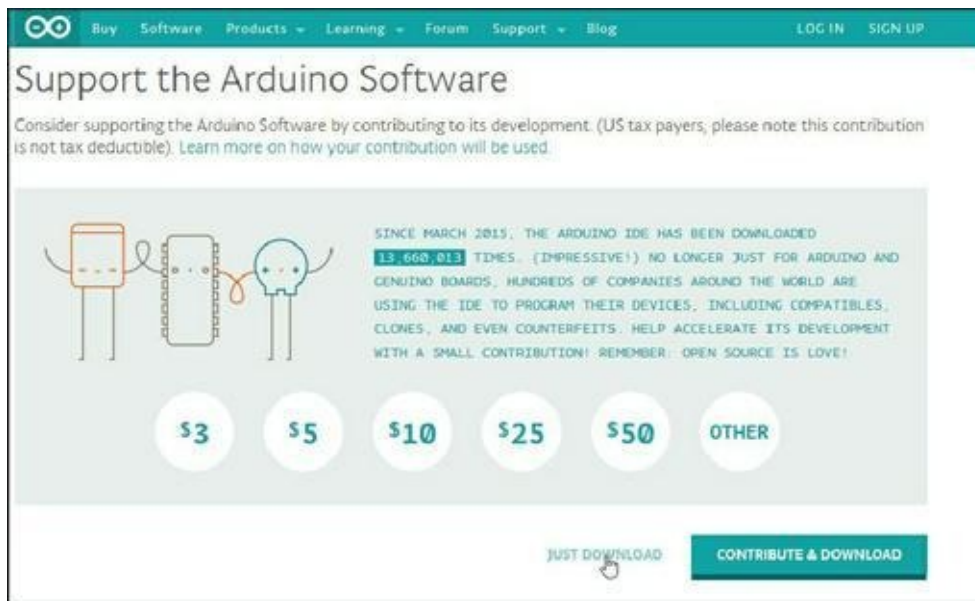

Figure 2.3 : Le bouton de téléchargement simple.
3. À gauche du bouton **Contribute and Download**, clique le lien **Just Download**, moins visible (Figure 2.3).